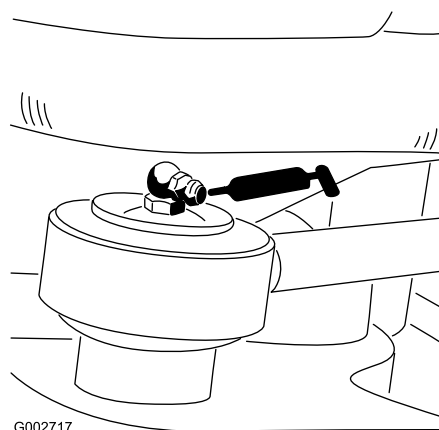

図 22
- ステアリングシリンダのロッド端部1ヶ所モデル 08705 のみ (図 22)